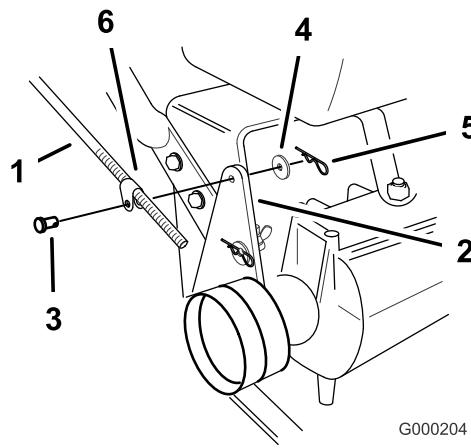

Figura 17
- Retire el pasador de horquilla, la arandela y el pasador que sujetan el acoplamiento de la varilla de control al soporte de la polea tensora (Figura 17).